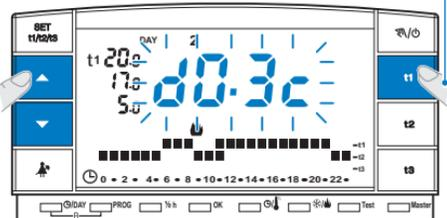

fig. 30
- Appuyer sur la touche **t1** jusqu'à afficher la valeur clignotante du différentiel existante (exemple sur la fig. 30 - configuration d'usine **d0.3c**).
- Modifier la valeur (de 0,2 à 0,7) en appuyant sur les touches ▲ ▼ (exemple sur la fig. 30).